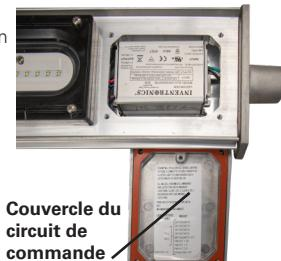

Figure 12
- Ouvrir le couvercle du circuit de commande en desserrant les quatre (4) vis du couvercle en acier inoxydable no 10-32 x 0,75 po. (Voir la figure 12) Tous les composants dans le luminaire sont câblés; ainsi, il ne reste qu'à raccorder le fil de phase, le fil neutre et le fil de mise à la terre aux bornes ou fils conducteurs du luminaire selon les schémas de câblage (voir les figures 14 et 15), à l'aide de méthodes conformes aux codes applicables. Raccorder d'abord le conducteur de mise à la terre (vert) de l'équipement, puis le courant (blanc) et la tension composée (noir). Pour les applications en tension continue, raccorder le fil positif (+) au fil blanc et le fil négatif (-) au fil noir. Serrer tous les raccordements électriques. Remarque : les orifices standards sont de 3/4 po NPT.
- Remettre le couvercle du circuit de commande en place et serrer les quatre (4) vis de montage du couvercle à un couple de 31 po-lb (3,6 N.m).